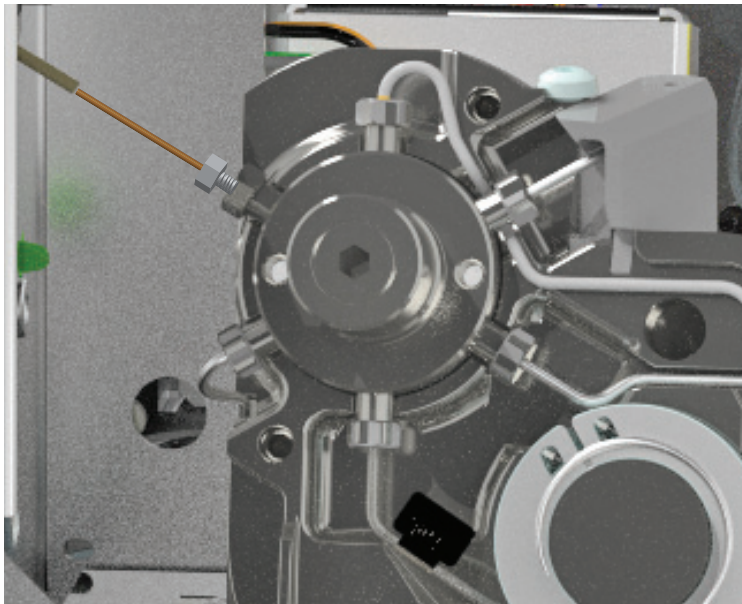

Figura 7. riduttore interno da 3/16" con il coperchio della valvola rimosso.
- 7 Allentare il dado di 3/16" nel riduttore (**Figura 7**) interno. (Stabilizzare il raccordo della valvola con una chiave da 1/4".)